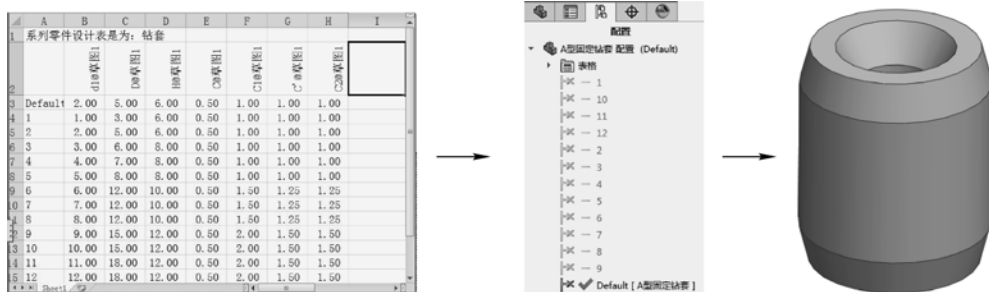

图 1-33 零件的设计表、所添加的配置和模型效果
- (1) 使用本章所学的知识，按照图 1-33 左图所示，创建本书提供的素材文件“练习（素材）.sldprt”的多个配置，其效果如图 1-33 右图所示。